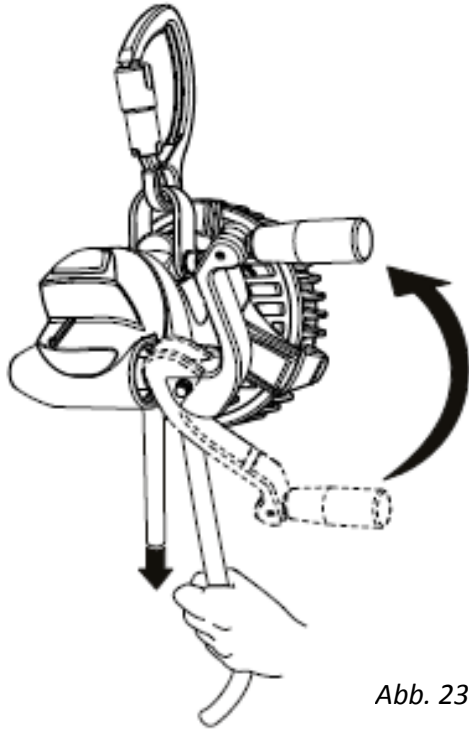
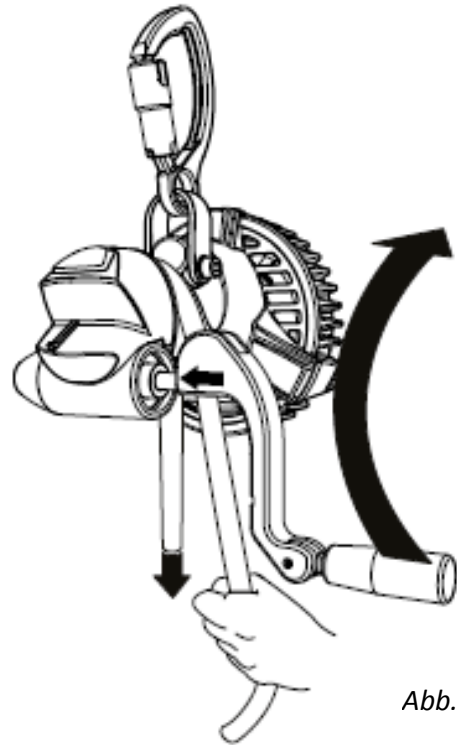
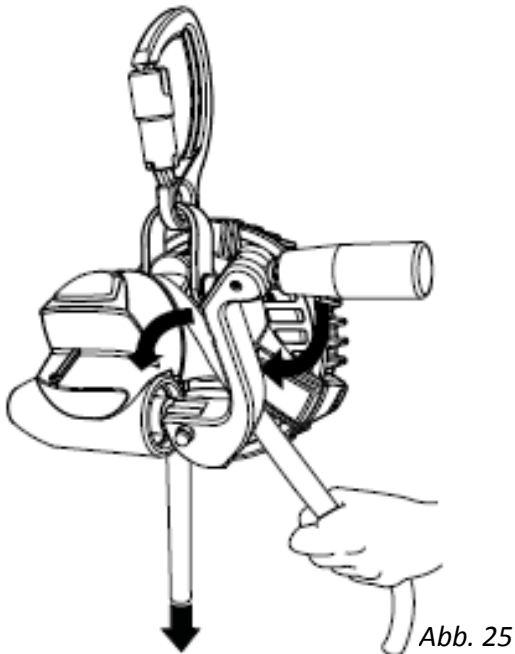

Abb. 23
Abb. 24
Abb. 25
- Die Kurbel (Abb. 23) in die Seilbremsenstellung umklappen; falls erforderlich erst im Uhrzeigersinn (Abb. 24) kurbeln, bis die Kurbel in die automatische Abseilstellung umgeklappt werden kann (Abb. 25 und 26).